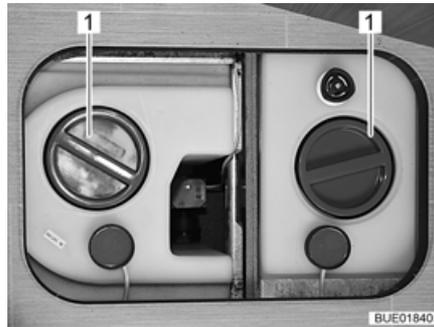

Bild 210 Wassertank mit Drehgriff
- Verschlussdeckel (Bild 210,1) des Wassertanks abnehmen.